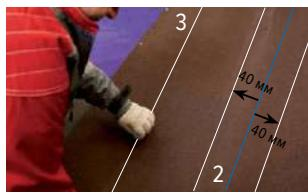

Рис. 37
- Проведите отбивку мелованных линий установки вертикального гонта (Рис. 37 — 2) и линий фиксации вертикального гонта (Рис. 37 — 3) с помощью шнурки-отбивки.